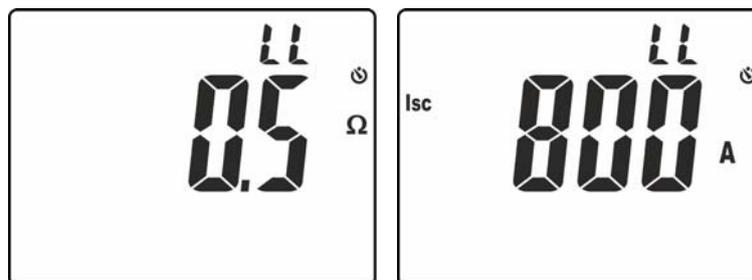

Fig. 28: Resultados da medição da impedância Loop L-L
12. No ecrã da Fig. 28 – parte esquerda aparece o valor da impedância de Loop L-L. Premir os botões $\nabla/\text{}$ ou \blacktriangle para visualizar o valor da corrente de curto-circuito provável **Isc** (consultar o § 9.3)